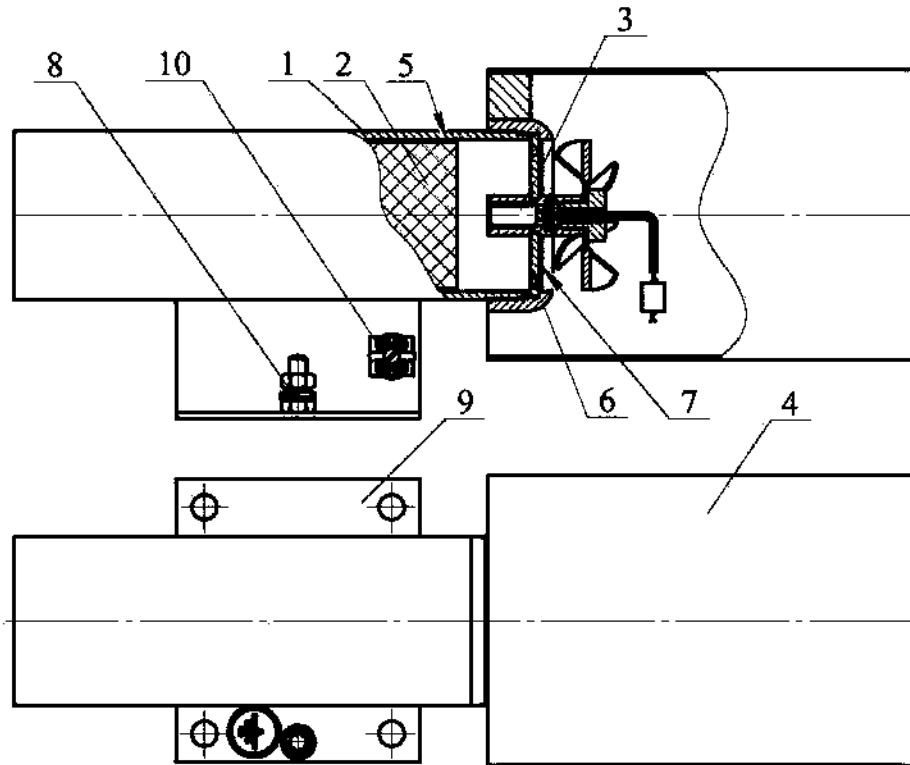
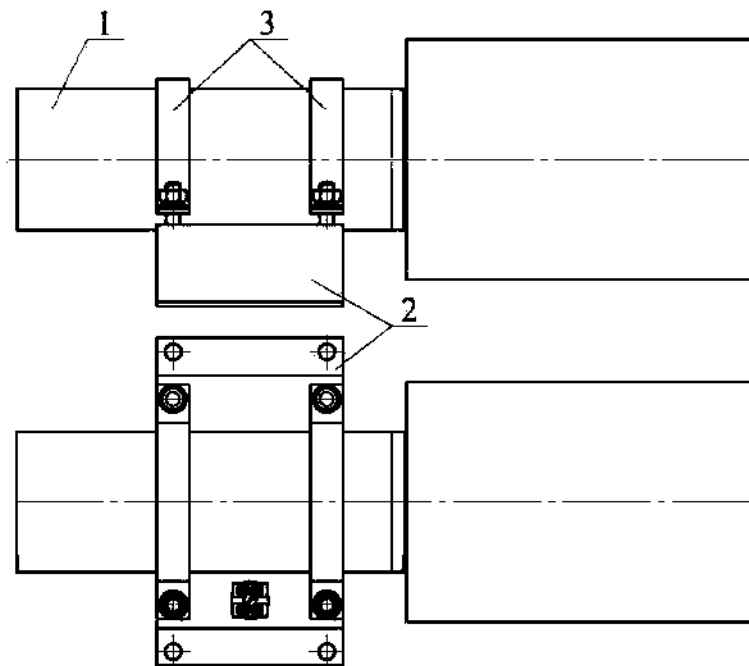

Рисунок 1
Рисунок 2
4.1.1 ГОА (см. рисунок 1) состоит из корпуса 1, в котором размещены аэрозолеобразующий заряд 2 с элементом электропусковым 3, и эжектора 4. Аэрозолеобразующий заряд 2 отделен от корпуса 1 теплозащитным покрытием 5. В диске 6 выполнены сопловые отверстия, предназначенные для выхода огнетушащего аэрозоля вовнутрь эжектора 4. Сопловые отверстия заглушены самоклеющейся пленкой ПВХ 7. Генератор имеет заземляющий зажим 8. Со стороны боковой
4.2.1 ГОА 1 (см. рисунок 2) конструктивно практически не отличается от генератора по рисунку 1 за исключением кронштейна для его крепления к несущей поверхности. Данный ГОА вместо опоры 9, показанной на рисунке 1, снабжен кронштейном 2, к которому при помощи 2-х хомутов 3 поджат корпус генератора. Заземляющий зажим отсутствует. Для компенсации воздействия вибрации на корпус и эжектор генератора контактные с ГОА поверхности кронштейна 2 и хомутов 3 оснащены резиновыми прокладками.
4.4.1 После подачи электрического импульса на выводы элемента электропускового 3 (см. рисунок 1) инициируется аэрозолеобразующий заряд 2. Огнетушащий аэрозоль через сопловые отверстия диска 6 и эжектор 4 поступает в зону горения, в которой благодаря очень малому размеру частиц длительное время на-
6.2 Закрепить генератор, предназначенный для эксплуатации на стационарных объектах, через опору 9 (см. рисунок 1) или кронштейн 2 (см. рисунок 2) на стене, потолке, полу или любой песущей плоскости, расположенной под любым углом относительно поверхности пола. Координаты отверстий для крепления ГОА, предназначенного для эксплуатации на стационарных объектах, показаны на рисунке 3, для крепления ГОА, предназначенного для эксплуатации на транспортных средствах – на рисунке 4.
6.3 ГОА, предназначенный для эксплуатации на транспортных средствах, установить в кронштейне 2 (см. рисунок 2) и закрепить хомутами 3 при помощи соединений болт – гайка. Ориентация ГОА в защищаемом объеме может быть любой.